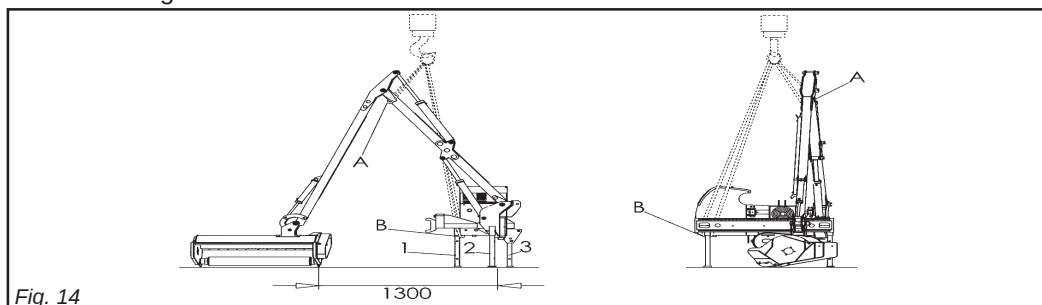
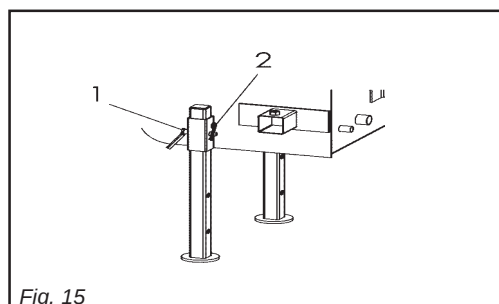

Fig. 14
Fig. 15
- 1) Verificare che i piedi di appoggio (1, 2, 3, Fig. 14) siano correttamente inseriti e bloccati dagli appositi perni (1 Fig. 15) e spine di sicurezza (2 Fig. 15);
- 2) Sollevare la macchina facendo passare idonee cinghie nei punti (A Fig. 14) e (B Fig. 14) e inserendole nel gancio, che deve essere provvisto di sicura, del mezzo di sollevamento;
- 1) *make sure that the bearing stands (1, 2, 3, Fig. 14) have been inserted correctly and are locked in place by the relative plugs (1 Fig. 15) and safety pins (2 Fig. 15);*
- 2) *lift the machine by passing suitable belts through points (A Fig. 14) and (B Fig. 14) and inserting them into the hook, which must be equipped with a safety catch, of the lifting means;*
- 1) Verificați ca picioarele de sprijin (1, 2, 3, Fig. 14) să fie corect introduse și blocate cu bolțurile adecvate (1 Fig. 15) și știfturile de siguranță (2 Fig. 15);
- 2) Ridicați mașina, făcând curelele adecvate să treacă prin punctele (A Fig. 14) și (B Fig. 14), introducându-le în cârlig, care trebuie să fie prevăzut cu o siguranță;